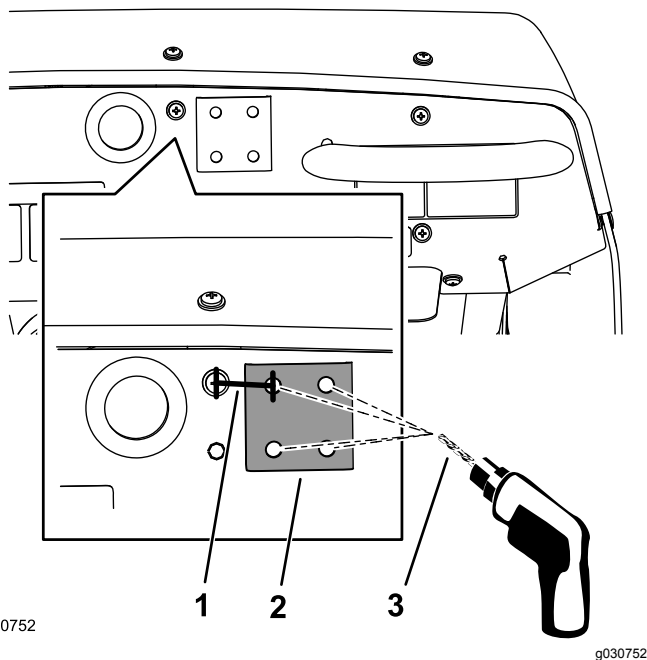

Figure 151
- Sur la planche de bord de la machine, localisez la vis située à droite du passe-câble inséré dans le trou de la planche (Figure 151).
- Mesurez 33,3 mm du centre de la vis vers la droite et marquez cet emplacement d'un trait vertical avec un crayon (Figure 151).
- À l'aide d'un foret de 8 mm, percez la planche à l'emplacement marqué au pointeau (Figure 151).
- Alignez le raidisseur horizontalement au sommet de la planche de bord puis, en vous servant du raidisseur comme gabarit, percez les 3 derniers trous dans la planche (Figure 151).